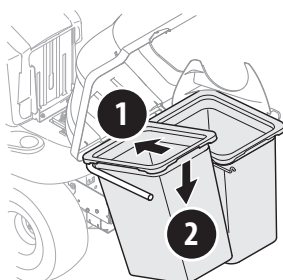

Figura 19
- Coloque ambos conjuntos de bolsas para césped (664-05104) en el riel del conjunto del colgador insertando primero el borde delantero (1) y luego bajando el borde posterior hasta que calce en el conjunto (2). Consulte la Figura 19.